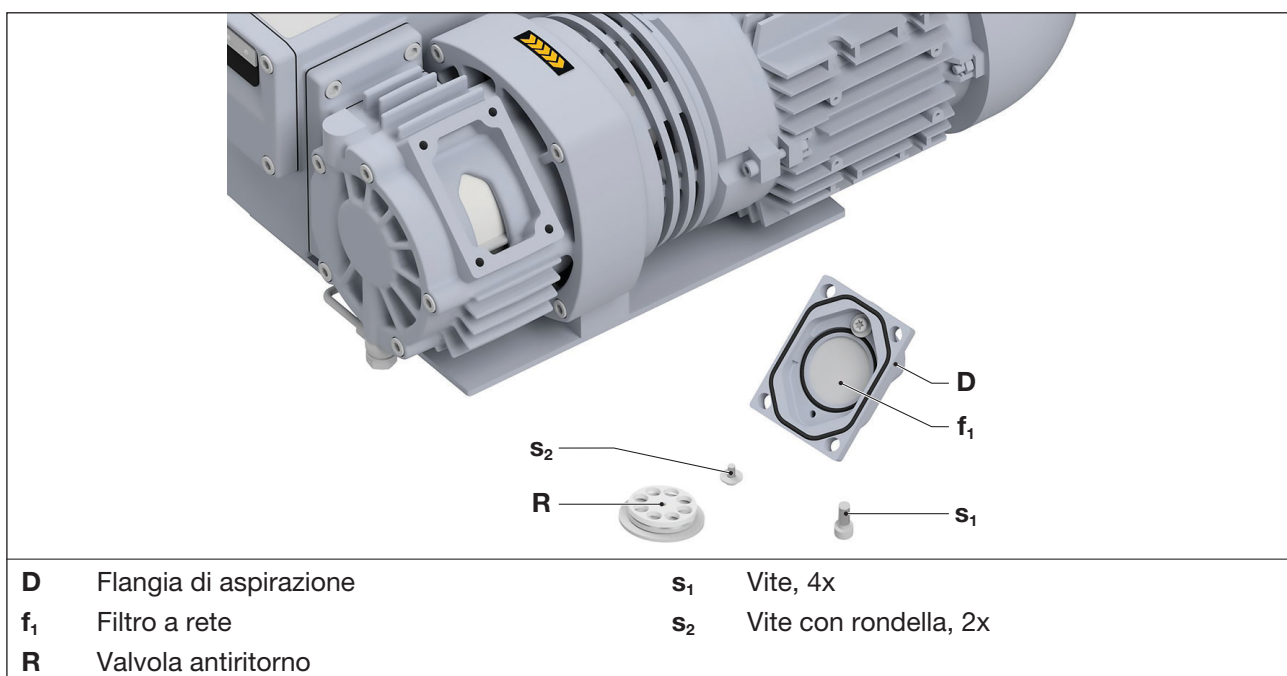

Fig. 5 Filtro a reticella
Il filtro a rete (Fig. 5/f1) nella flangia di aspirazione deve essere lavato o soffiato più o meno frequentemente in base al grado di sporcizia, oppure deve essere sostituito.
- Allentare le quattro viti (Fig. 5/s1) sulla flangia di aspirazione (Fig. 5/D) e rimuoverla.
- Allentare le viti (Fig. 5/s2) sulla valvola di non ritorno facendole scorrere e rimuovere la valvola di non ritorno dalla flangia di aspirazione. Se la valvola di non ritorno è sporca, è possibile pulirla soffiando.
- Rimuovere il filtro a rete (Fig. 5/f1) dalla flangia di aspirazione e pulirlo.
- Reinserire il filtro a rete (Fig. 5/f1) e la valvola di non ritorno nella flangia di aspirazione (Fig. 5/D) e fissare la valvola di non ritorno con le due viti (Fig. 5/s2). Coppia: 4 Nm
- Rimettere la flangia di aspirazione sull'alloggiamento e fissarla con le quattro viti (Fig. 5/s1). Coppia: 10 Nm